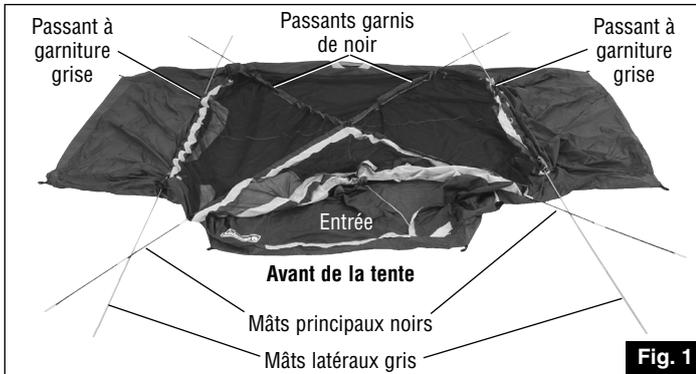

Fig. 1
3. Enfilez les 2 mâts principaux noirs dans les passants du toit garnis de noir. Ils formeront un «X», tel qu'illustré. (Fig. 1)
4. Enfilez les deux longs mâts latéraux gris dans les passants à garniture grise, tel qu'illustré. (Fig. 1)